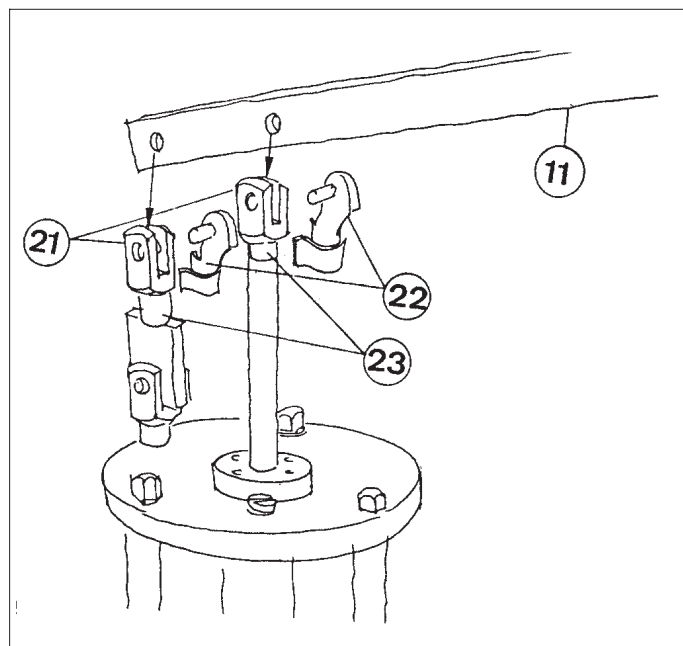

Fig. 2
*Montage du levier (cf. fig. 2):*
1. Placer le levier dans les paliers ⑲ en alignant les trous
2. Enfoncer les boulons avec pincettes de sécurité ⑳ dans les trous
3. Appuyer ces pincettes ⑳ contre le support ㉑